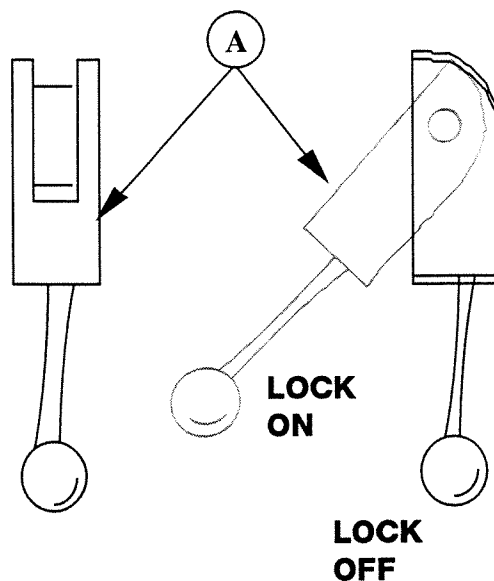

Figure 8-17. Spindle Brake
8.22 SPINDLE BRAKE (Figure 8-17)